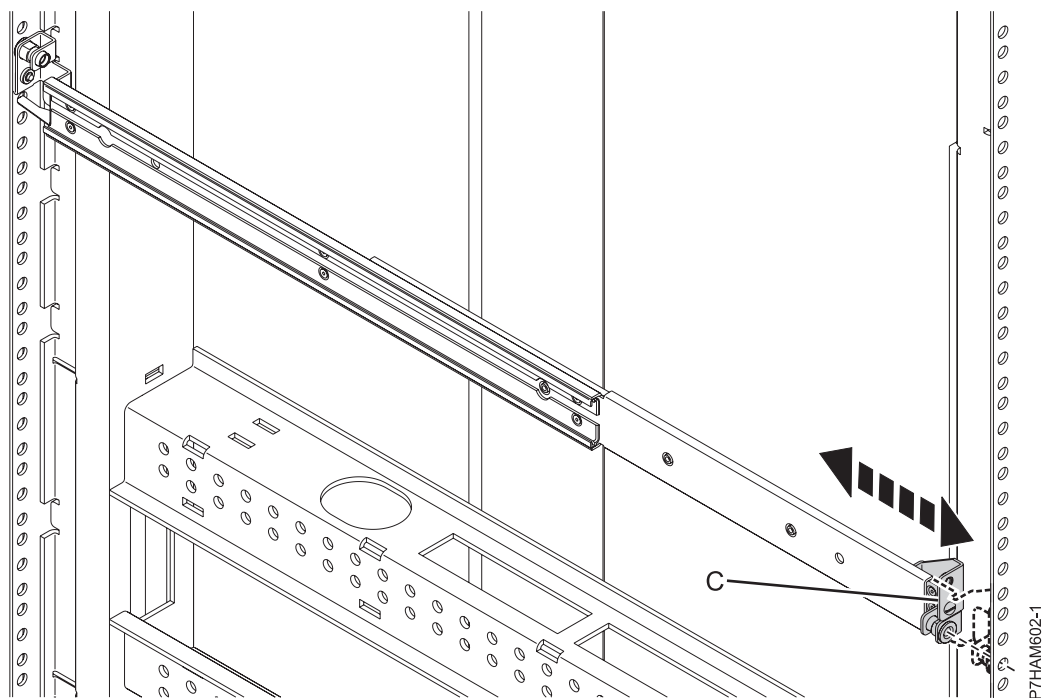

Figure 10. Extension de la glissière vers l'arrière de l'armoire
- d. A l'arrière de l'armoire, repérez les deux marques faites précédemment sur les bandes EIA. Comprimez la glissière (C) comme sur la figure 10, à la page 12, puis laissez-la se détendre progressivement vers les marques jusqu'à ce qu'elle touche la cornière arrière de l'armoire.